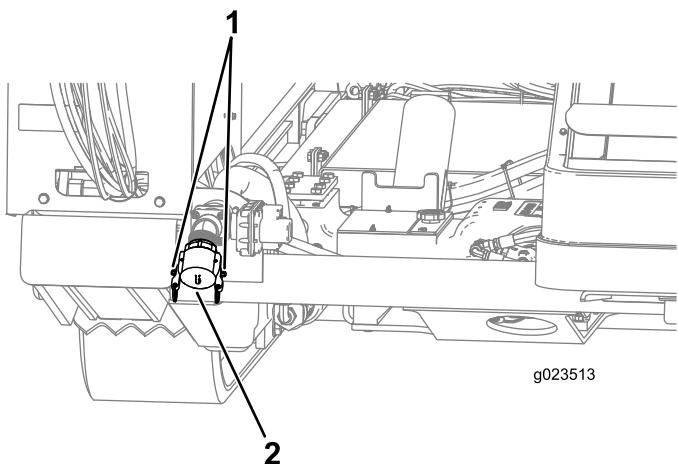

Figura 76
1. Levante las palancas de leva del tapón de entrada de la bomba, y retire el tapón (Figura 76).